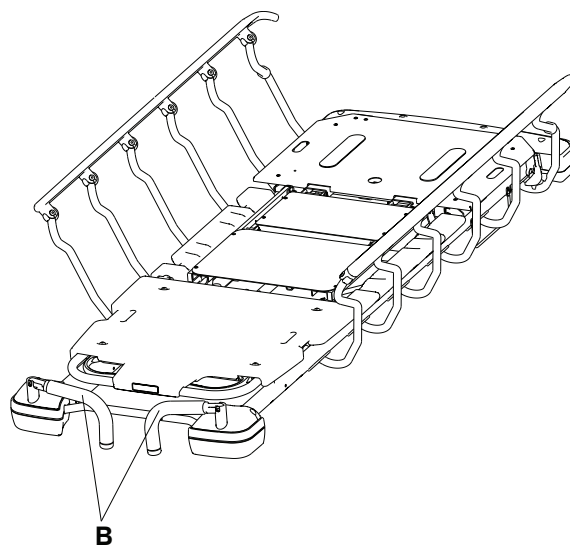

图 12 – 收起头端推动把手
3. 采取相反的操作步骤收起头端推动把手(B) (图 12)。